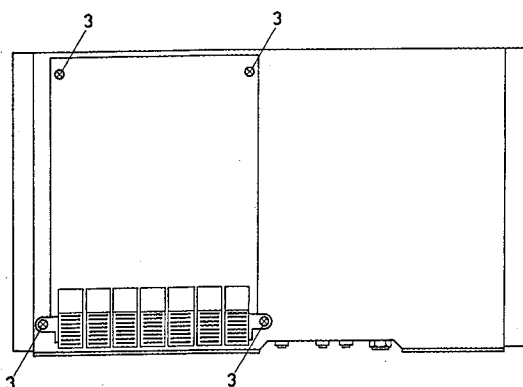

Fig.3
6. Den mekaniska delen av bandspelaren kan urtagas genom att de fyra skruvarna (3) fig. 3 borttages.